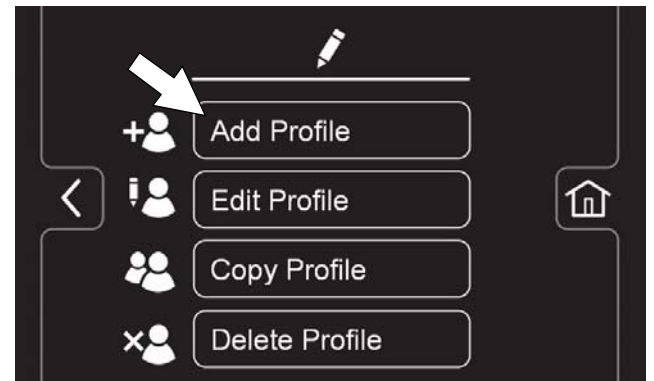

ABB. 157
2. Drücken Sie die Taste zum Hinzufügen von Profilen, um ein neues Benutzerprofil hinzuzufügen (Abbildung 157).